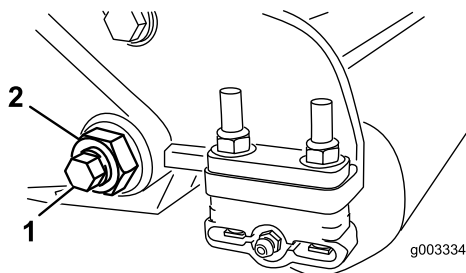
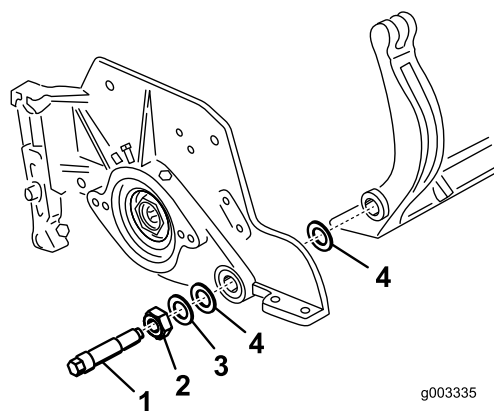

Рисунок 30
Рисунок 31
- С каждой стороны машины ослабьте контргайку, крепящую болт планки неподвижного ножа (Рисунок 30).
- Отверните все болты планки неподвижного ножа, чтобы можно было потянуть планку вниз и снять с болта машины (Рисунок 30). Не забудьте о наличии двух нейлоновых шайб и одной штампованной стальной шайбы с каждой стороны планки неподвижного ножа (Рисунок 31).
- На нейлоновые шайбы установите стальные шайбы (Рисунок 31).
внутренней стороне пластин шайбы могут быть установлены с зазором (Рисунок 31).